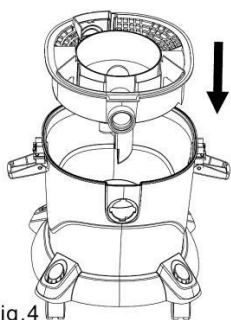

Fig.4
Paso 4: Baje el conjunto de filtración (Fig. 4).